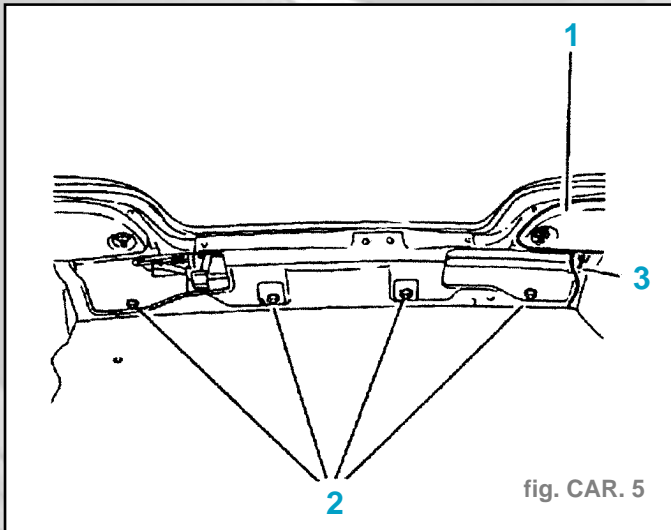
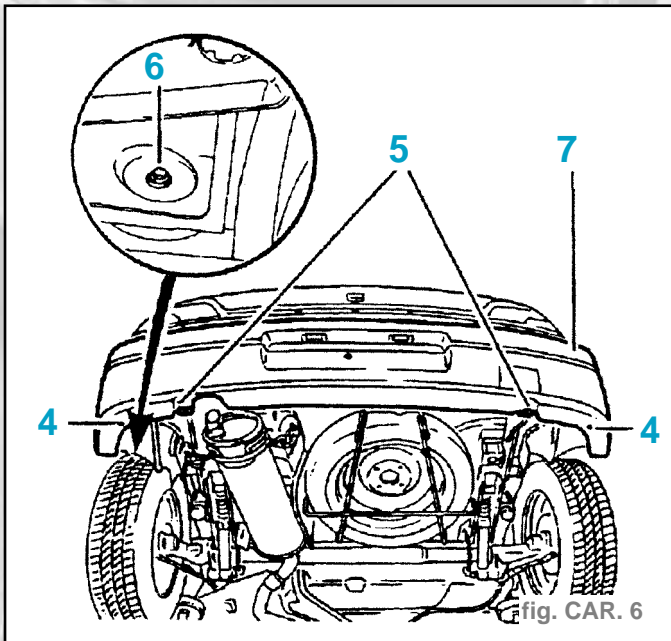

fig. CAR. 5
fig. CAR. 6
- Déposer (fig. CAR. 5) :
- le cache (1),
- les fixations (2).
- Dégrafer la connexion électrique (3).
- Déposer (fig. CAR. 6) :
- les fixations (6),
- le pare-chocs (7).